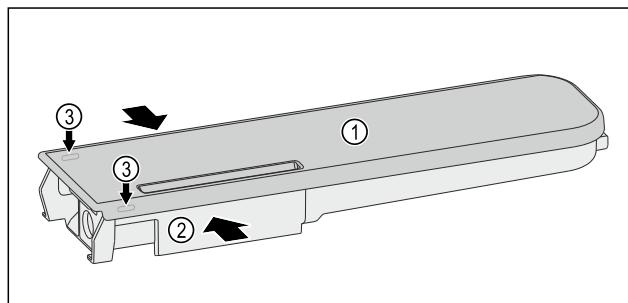

Fig. 127
- Wasserbehälter Fig. 127 (2) zusammendrücken und Deckel Fig. 127 (1) vorsichtig über die Rastnasen Fig. 127 (3) heben und hochziehen.
- Deckel Fig. 127 (1) leicht hin- und herbewegen und nach oben entnehmen.